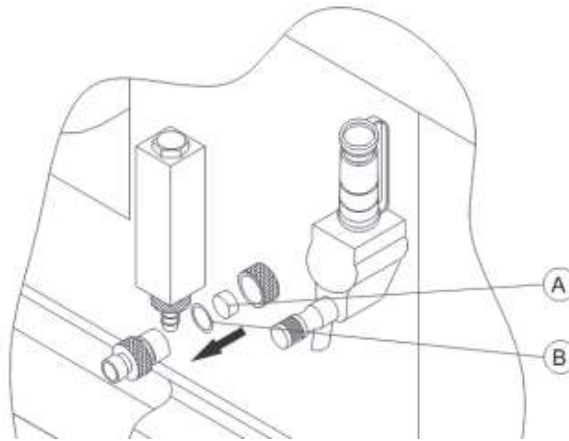

Figura 185 – Substituição do filtro de ar – válvula de O₂
Para substituir o filtro de ar (A), desrosquear o bico de entrada da válvula até o final do curso retire o anel de vedação de borracha (B). Troque o filtro de ar e retorne-o na posição original, conforme a figura 185.